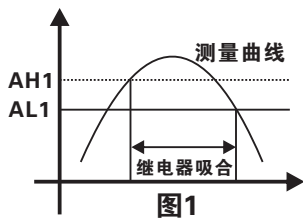

图1
- 设定AH1>AL1(AH2>AL2)，当测量值 \geq AH1时，继电器吸合；当测量值 \leq AL1时继电器释放，继电器动作情况见图1，常用于上限报警。